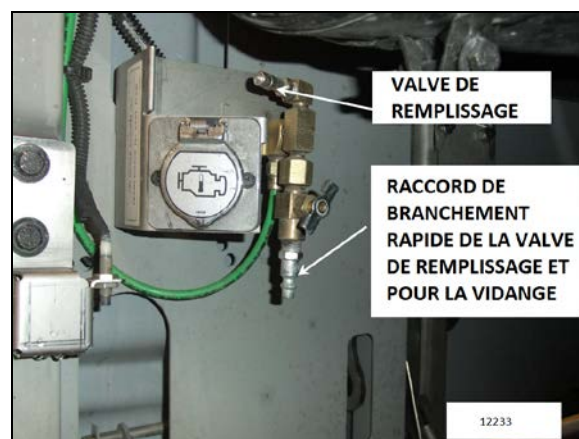

FIGURE 6: EMPLACEMENT DE LA VALVE ARRIÈRE
La valve arrière se trouve dans le compartiment moteur et est accessible depuis la porte latérale droite du compartiment moteur (FIGURE 6).
Le dessiccateur d'air et le réservoir humide peuvent être purgés simultanément pour l'entretien en utilisant la valve de remplissage du système d'air de secours placée dans le compartiment moteur et accessible par la porte latérale droite du compartiment moteur (FIGURE 6).
1. Détendre la pression du dessiccateur d'air en ouvrant la valve de vidange du dessiccateur (FIGURE 6).